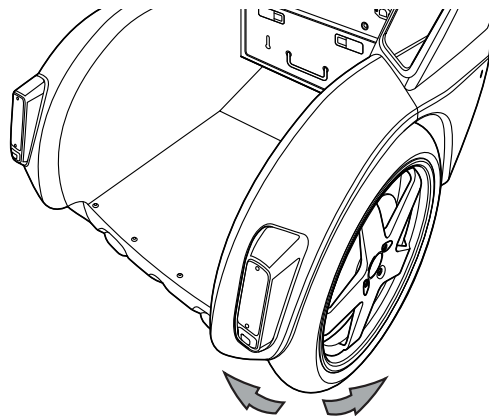

Ilustración 47: comprobación del conjunto de neumático y rueda por si se mueven
3. Compruebe si la ruedas se mueven agarrando el conjunto de neumático y rueda e intentando moverlo de un lado a otro (**ilustración 47**). El conjunto de rueda y neumático no debería moverse lateralmente.